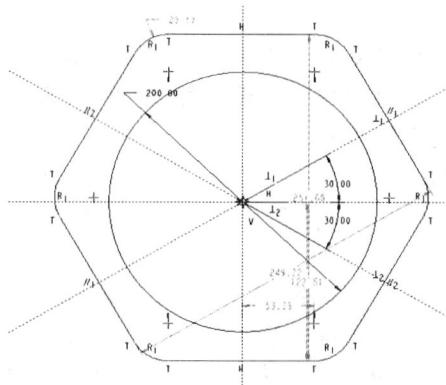

图 1-19 竖直约束圆弧圆心
**Step1** 单击“草绘器工具”工具栏“约束”面板中的“垂直”按钮 $\perp$ ，选择圆弧1和圆弧5的圆心，使两圆心位于同一条竖直线上。采用同样的方法设置圆弧2和圆弧4的圆心后，图形显示如图1-19所示。